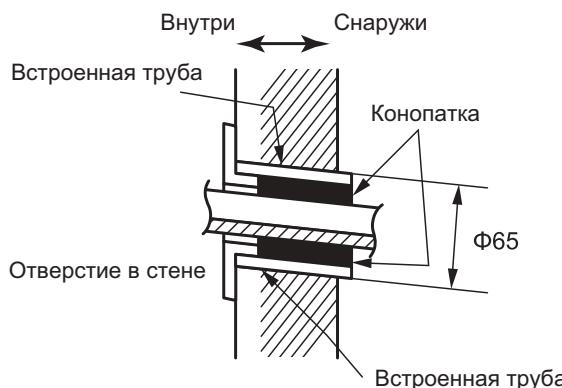

Рис. 10.37
10.6.5 Отверстие в стене просверлить диаметром 65 мм с уклоном наружу (см. рисунок 10.37).